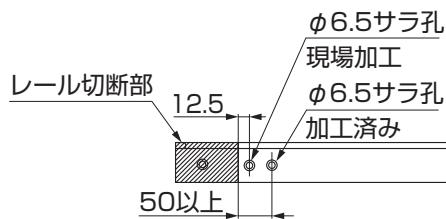

図10-10
- ④ レール切断部から加工済みの孔まで50mm以上の場合は、図を参照して、孔を追加加工してください。(図10-10、図10-11参照)